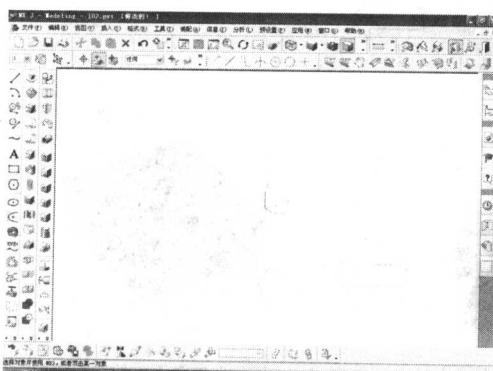
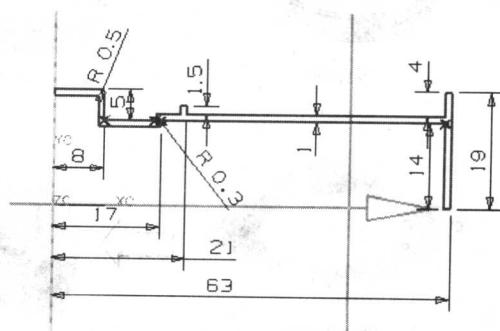

图 2-4 进入建模环境
图 2-5 绘制的首图轮廓
- (3) 在【应用程序】工具条中单击【建模】按钮，进入建模环境界面，如图 2-4 所示。
- (4) 在【成型特征】工具条中单击【草图】按钮，进入二维草图绘制模块。
- (5) 在悬浮的工具条中选择 ZC-YC 面，单击【确定】按钮，进行二维草图绘图。
- (6) 绘图如图 2-5 所示的二维轮廓。
- (7) 完成二维轮廓绘制后，单击【完成草图】按钮，返回实体编辑状态。